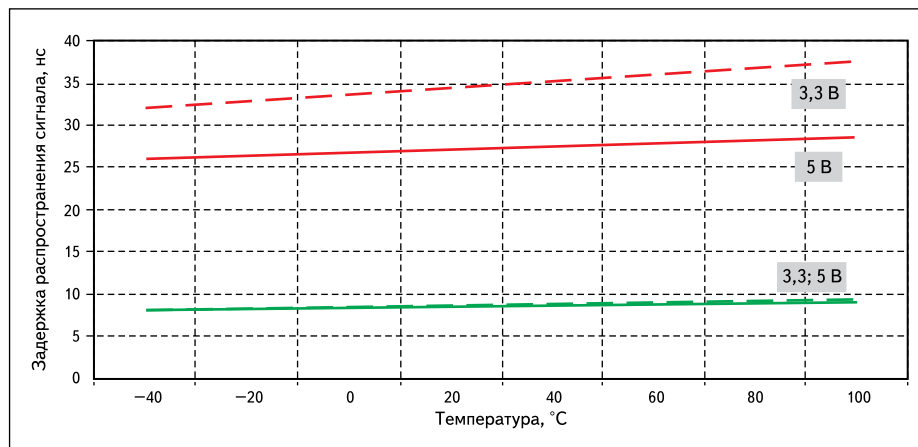

Рис. 9. Задержка распространения сигнала Si84xx (зеленый) и ADUM14xx (красный)
- Рис. 9 — задержка распространения сигнала Si84xx и ADUM14xx. У цифровых изоляторов Si84xx она не превышает 10 нс и практически не зависит от напряжения питания.